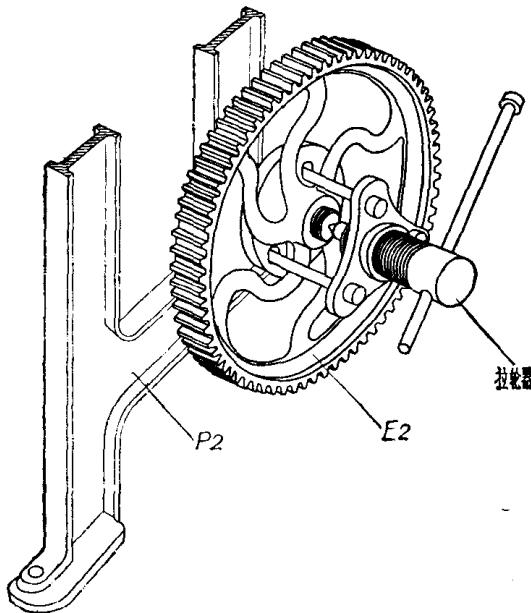

图2 用拉轮器拆卸踏盘轴齿轮
8. 拆卸踏盘轴齿轮时，可用拉轮器拆下，如图 2 所示。用同样方法拆卸投梭盘 F8。拆下的键 F10 宜放在工具箱的小盒中，以免散失。如用拉轮器一时拉不出，可先把机件向外